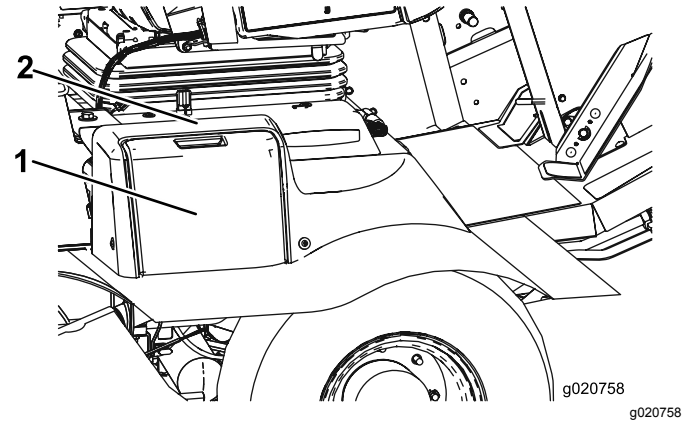

Figura 59
1. Abra la tapa de la batería, situada en el lado de la cubierta (Figura 59).
Nota: Presione hacia abajo sobre la superficie plana situada encima de la tapa de la batería para facilitar la apertura de la tapa (Figura 59).